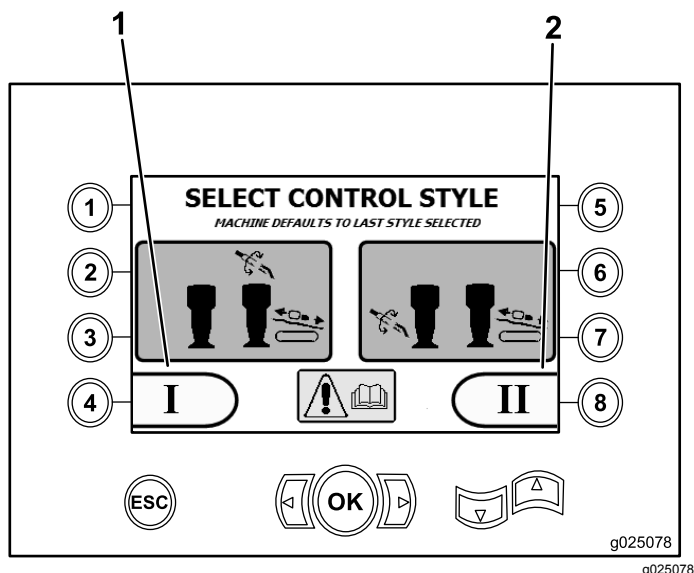

Bild 9
- Modus I: Die Bohrfunktionen liegen auf dem rechten Joystick und der linke Joystick aktiviert die Funktionen des Rohrladers und der Schlüssel (Bild 9).
- Drücken Sie Taste 4, um diesen Modus auszuwählen (Bild 9).
- Modus II: Die Funktionen zum Bohren, der Schlüssel und des Rohrladers werden zwischen den linken und rechten Joysticks aufgeteilt (Bild 9).
Drücken Sie Taste 8, um diesen Modus auszuwählen (Bild 9).